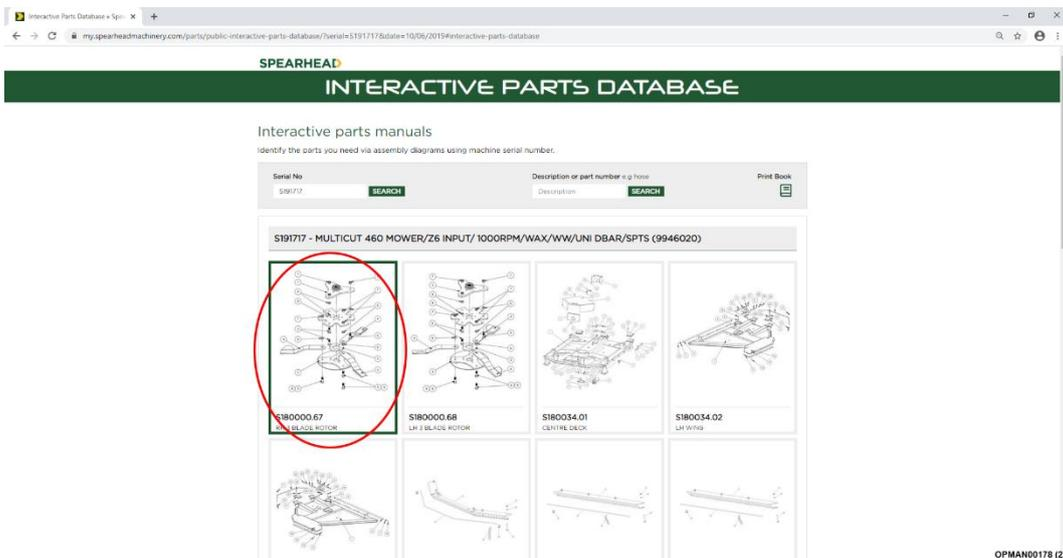

Abbildung 7.3 – Klicken Sie auf die Baugruppe
7.1.1.3 Nachdem Sie auf die Seriennummer geklickt haben, wird eine vollständige, für die Seriennummer der Maschinen spezifische Teiliste mit den verschiedenen Teilen und Baugruppen der Maschine angezeigt. Klicken Sie auf das gewünschte Baugruppenbild, siehe Abbildung 7.3.